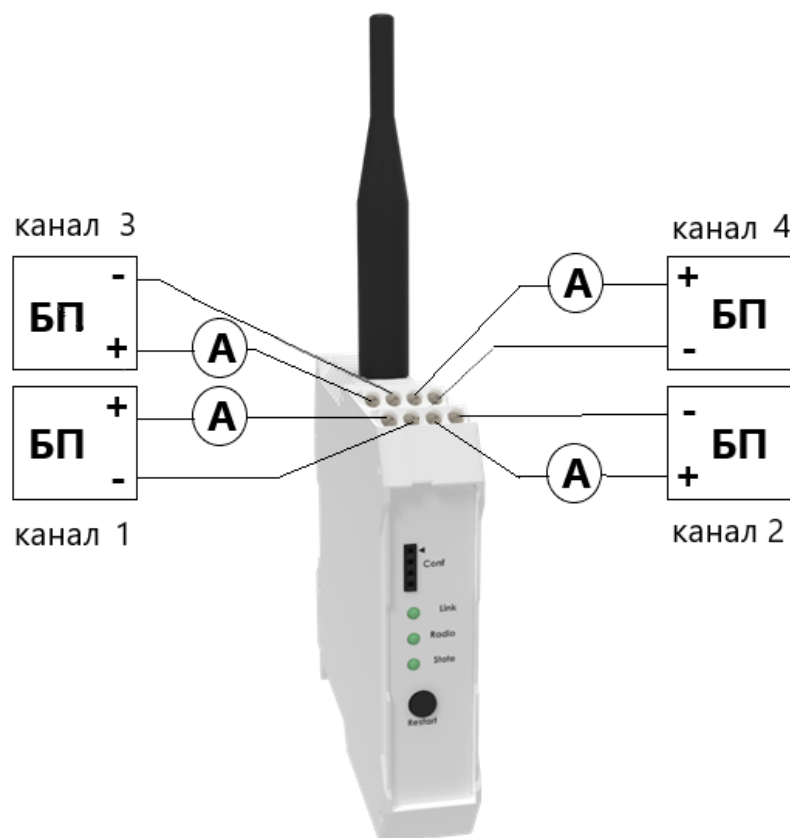

Рисунок 4.2 Подключение базовой станции с токовыми выходами
4.6 В модификации базовой станции с токовым выходом 4-20мА подключение осуществляется с использованием дополнительных источников питания для каждого канала (Рисунок 4.2).